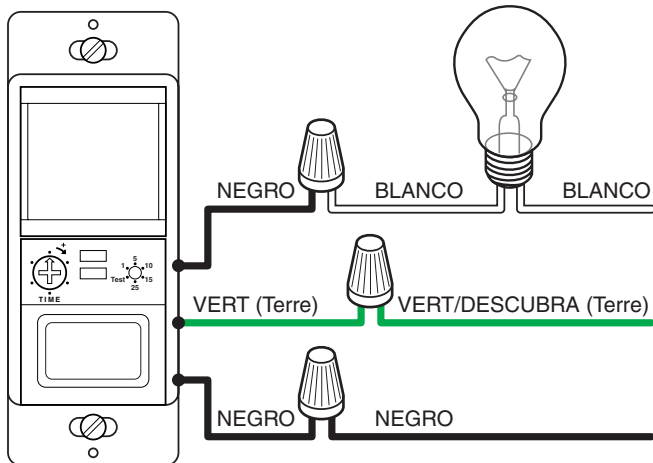

Figura 2 - Cómo conectar los hilos eléctricos del detector
2. Conecte los hilos eléctricos del detector como se muestra en la Figura 2.